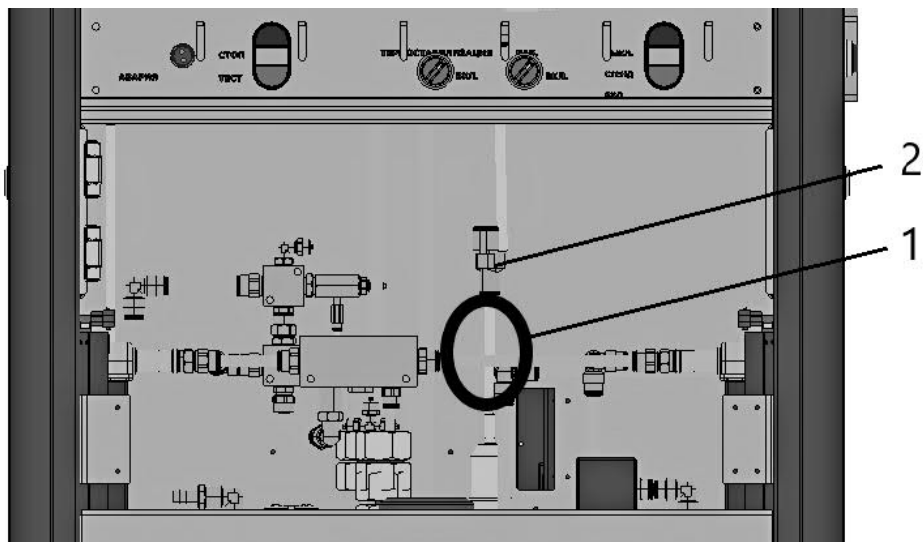

Рисунок 7.1 - Вид спереди со снятой защитной панелью
1. Порядок замены фильтра сливной магистрали поддонов аварийного блока FM и рабочей зоны (рис. 7.1):
1.3. Достать из тройника (2, рис.7.1) трубку, идущую на фильтр, движением вниз.
1.4. Достать фильтр сливной магистрали поддонов (1, рис.7.1) вместе с трубками движением вверх.